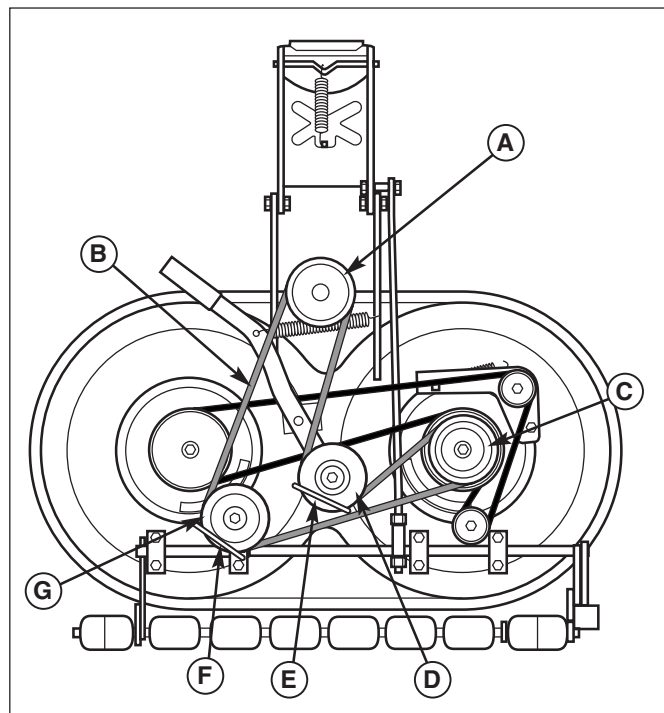

Figure 66. Remplacement de la courroie de la PDF
3. Noter la position des guides de courroie du galet tendeur (E et F, figure 66) une fois installés. Desserrer les vis à tête du galet tendeur et retirer la courroie des galets tendeurs (D et G).
4. Installer la nouvelle courroie (B) comme l'indique le schéma. Une fois la tondeuse installée sur le tracteur, la courroie s'enroule autour de la poulie de l'embrayage de la PDF (A), du galet tendeur arrière (D), de la poulie d'entraînement de la tondeuse (C) et du galet tendeur trapézoïdal (G).